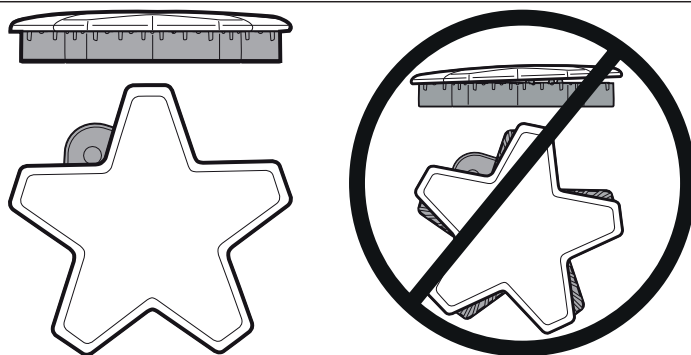

Figure 7 : Chapeau de brûleur correctement et incorrectement placé
- Vérifiez chaque brûleur pour vous assurer qu'il n'y a pas d'espace entre le chapeau et la base du brûleur. Voir *Figure 7* pour des exemples de chapeau de brûleur correctement ou incorrectement placés.
- Vous pouvez essayer de déplacer délicatement les chapeaux des brûleurs latéralement pour vous assurer qu'ils sont placés correctement sur leur base. Lorsqu'ils sont bien placés, les chapeaux des brûleurs sont droits sur la base et couvrent complètement la base du brûleur en forme d'étoile lorsque vous les regardez d'en haut, comme sur la *Figure 7*.